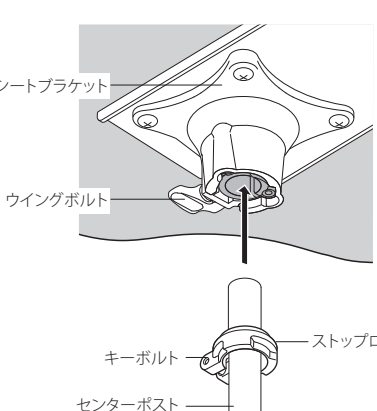

図 4
3. シートをセンターポスト / ショックアブソーバーポストに取り付けます (図 4)。